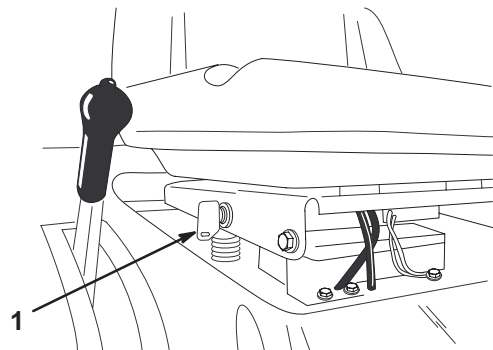

Bild 12
Wenn Sie im Rückwärtsgang den Zapfwellenantrieb benötigen, können Sie diesen Sicherheitsschalter mit Hilfe des Schlüsselschalters beim Sitzbügel deaktivieren (Bild 12).
2. Stecken Sie den Schlüsselschalter in sein Schloss (Bild 12).